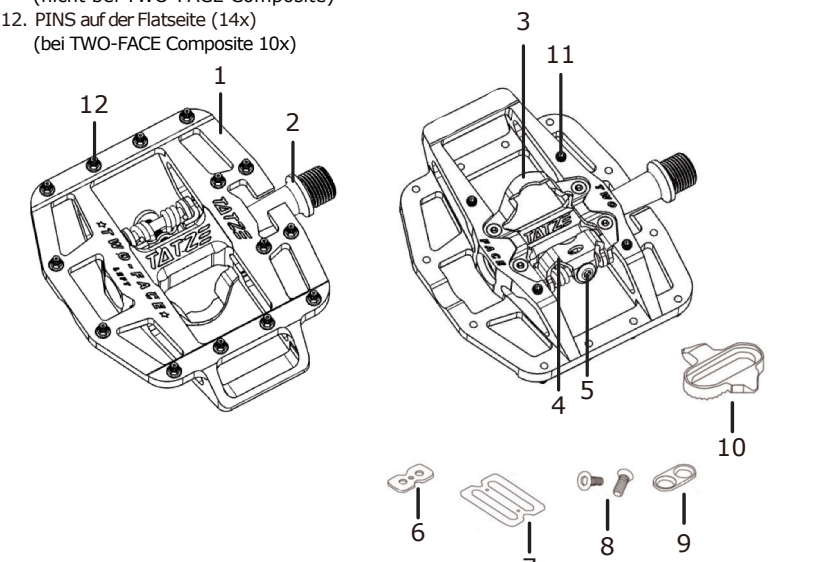

Abbildung 4:
- 2.3. Nach dem Einklicken ist zu viel Spiel zwischen Schuh und Pedal vorhanden: Montiere die Gewindestifte zur Erhöhung des Anpressdrucks so, dass sie noch ca. 1mm über den Pedalkörper herausragen (siehe Abb. 4 & 7, Pkt. 11). Klicke den Schuh erneut ein, prüfe das Ergebnis und verändere die Höhe der Stifte so lange bis der gewünschte Anpressdruck anliegt.